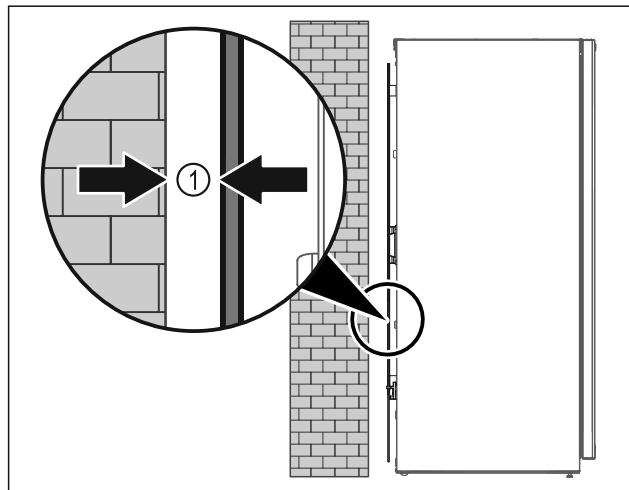

Fig. 52
- Aparat postavite na poljubno mesto v prostoru ali neposredno ob steno z minimalnim odmikom 5 mm Fig. 52 (I).